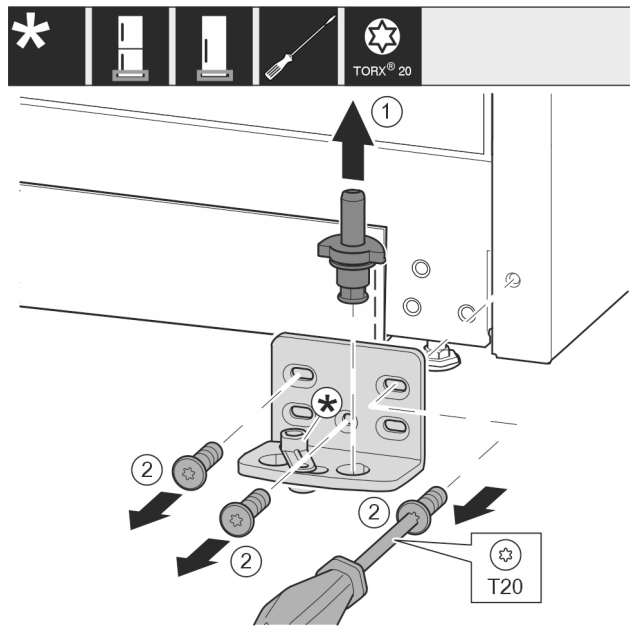

Fig. 14
- ▶ Estrarre completamente il perno di supporto verso l'alto. Fig. 14 (1)
- ▶ Svitare le viti con il cacciavite T20 e rimuovere il blocco di supporto. Fig. 14 (2)